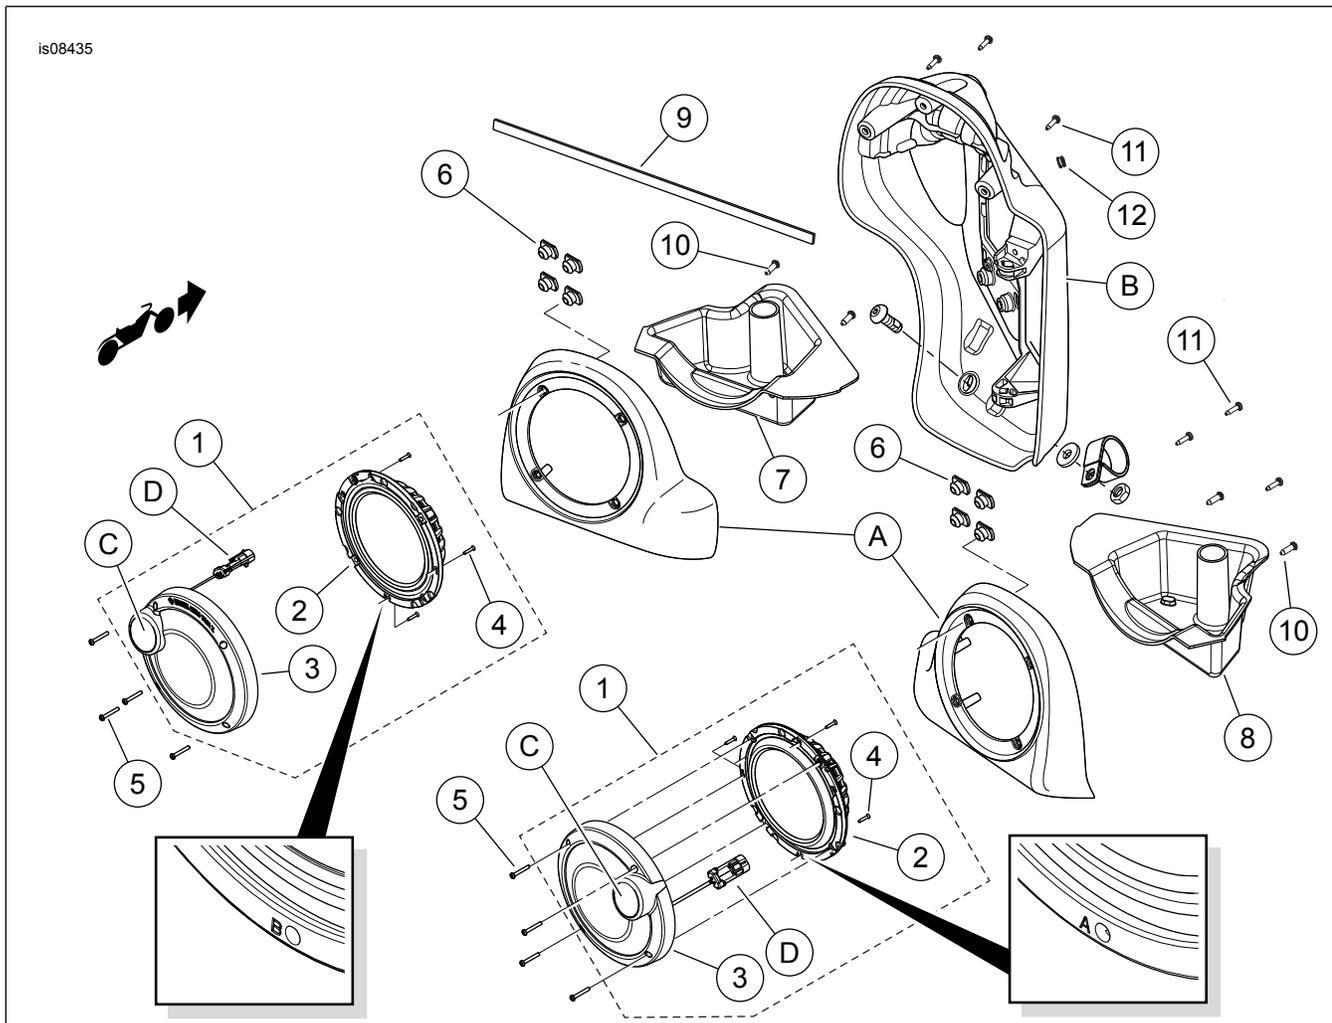

Figura 12. Peças de reposição, kit do alto-falante da carenagem inferior Boom! Audio Stage II
Para facilitar a montagem, instale os parafusos primeiro (veja Figura 12, item 10) na caixa sem a bandeja. Remova os parafusos.
15. Consulte Figura 12. Separe o ilhó bipartido (12). Instale o ilhó ao redor do ramo do chicote de fios. Instale no furo feito na carenagem.
19. Consulte Figura 12. Fixe os conectores do fio do alto-falante dentro da caixa do alto-falante nos terminais de lâmina na traseira do novo woofer. Contatos de lâmina de tamanhos diferentes evitam erros na montagem.
20. Acople o conector de áudio de dois pinos do chicote de fios do amplificador no conector do tweeter e faixa média (D).
21. Gire o conjunto do alto-falante (1) para que o tweeter (C) fique a 45 graus da parte externa superior.
22. Instale o conjunto do alto-falante na caixa do alto-falante com os quatro parafusos (5) do kit.